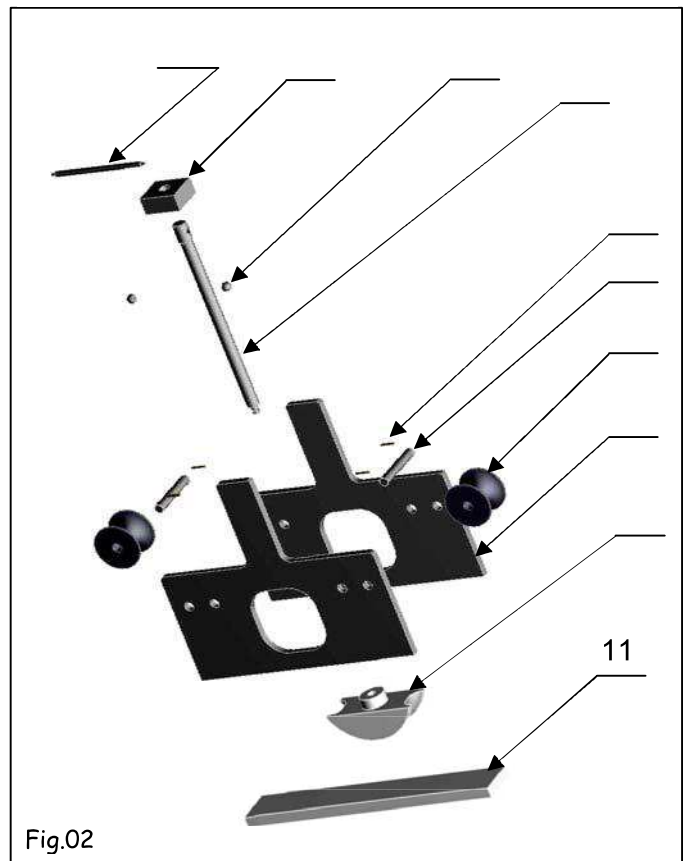

Fig.02
3)- Indiquer les repères des pièces sur l'éclaté (Fig.02)